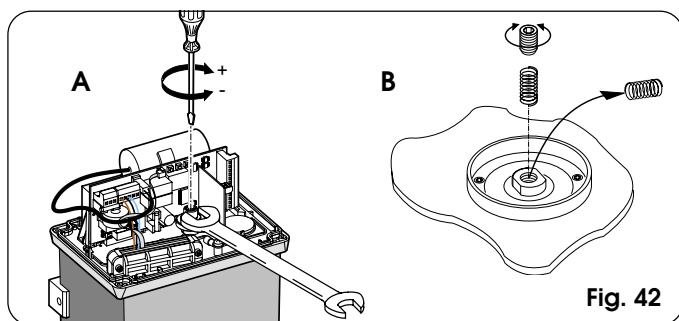

Fig. 42
- 2) Mantenere bloccato l'albero motore tramite una chiave inglese ed agire sulla vite di regolazione della frizione con chiave a brugola o cacciavite come da Fig. 42 Rif. A. Per aumentare la coppia, ruotare la vite in senso orario. Per diminuire la coppia, ruotare la vite in senso antiorario.
- L'operatore viene fornito di serie con la molla di regolazione della frizione per cancelli fino a 1000Kg. Per cancelli di peso superiore, è necessario utilizzare la molla alternativa in dotazione. Per procedere alla sostituzione della molla, agire come da Fig. 42 Rif. B.